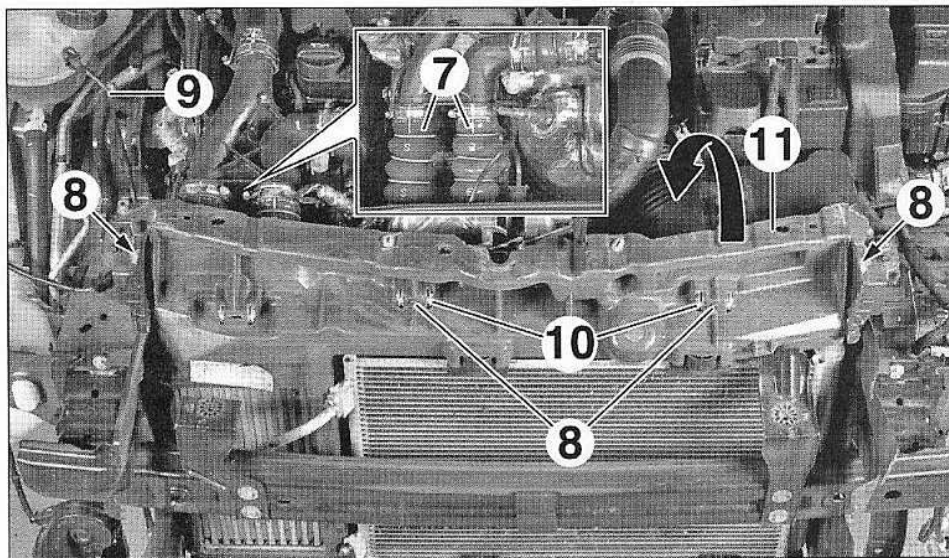

FIG.63
- les conduits d'air (7) (Fig.63),